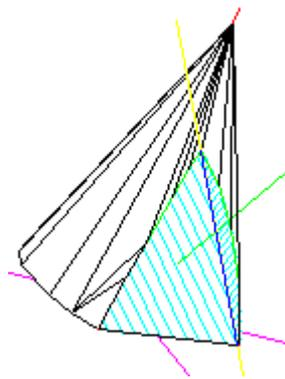

Рис.21.11
11. Далее можно применить команду **HIDE** ↓, в результате все невидимые линии исчезнут (см. Рис.21.11).